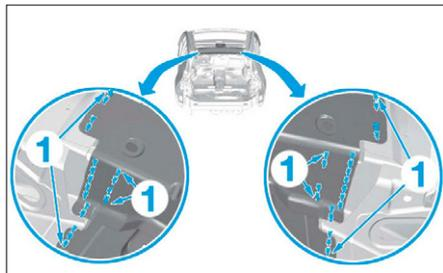
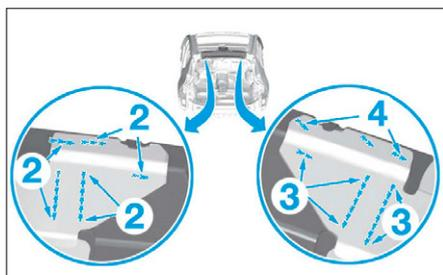

FIG. 155
FIG. 156
- Dépointer en (1), (2) et (3) comme illustré (Fig.155) et (Fig.156).